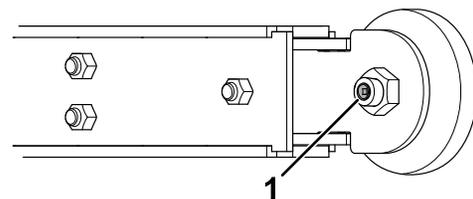

Рисунок 9
4. Очистите масленку, используя для этого ветошь (Рисунок 9).